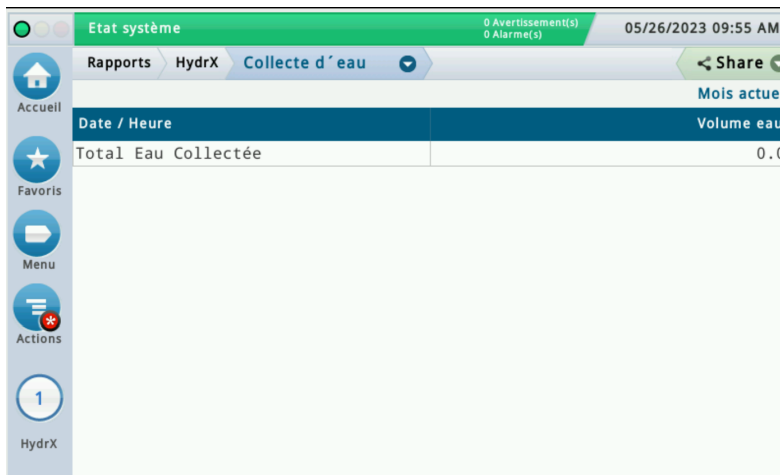

Figure 29. Exemple d'écran de Collecte d'eau HydrX
1. Touchez **Collecte d'eau** (2, Figure 22) pour ouvrir l'écran Rapport de collecte d'eau HydrX (Figure 29).